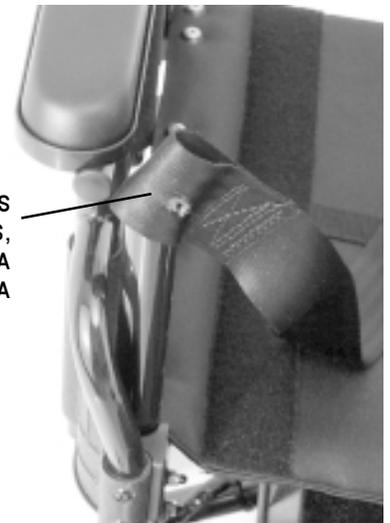

Figure 27. Enlèvement de la ceinture
3. Enfilez chaque extrémité de la ceinture sur les montants de la structure. Voir la figure 27.